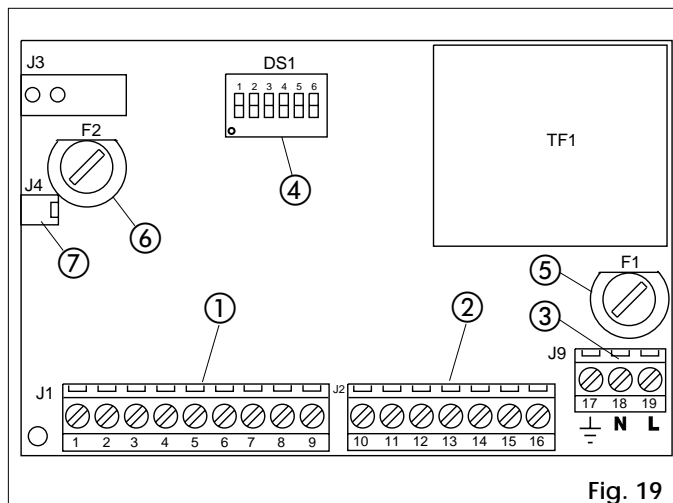

Fig. 19
Fusible de protection	2 (voir fig.19)
① **Bornier J1** (fig.19):il est utilisé pour connecter tous les accessoires (voir Tabl.3).
② **Bornier J2** (fig.19)
③ **Bornier J9** (fig.19)